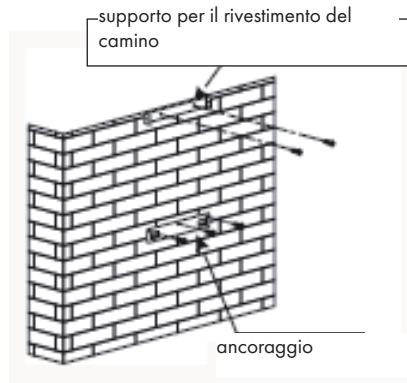

Figura 1
1. Montare l'ancoraggio in una posizione adatta dopo aver determinato l'altezza dell'installazione. La posizione, nella quale viene installato il supporto per il rivestimento del camino, determina la posizione del camino (vedi figura 1).